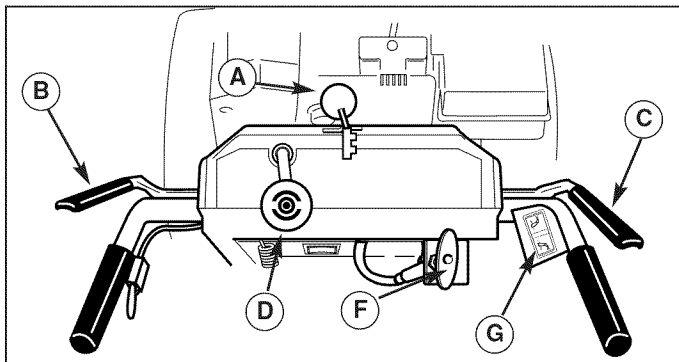

Figure 33. Controls (from operator's position)
7. Check the Drive Control (B, Figure 33), and Auger Control (C) for proper operation. If adjustment is required, see the Service section for procedures.
8. Check the Chute Direction Control (D or F Figure 33) for proper operation. The discharge chute should rotate freely in both directions. See the Service section for adjustment procedures and troubleshooting.
9. Check the Chute Deflector (E, Figure 33) for proper operation. The deflector should pivot freely up and down when the Chute Deflector Knob is loosened.
11. Check the Speed Selector (A, Figure 33) for smooth operation. The control must move freely into each speed position gate and remain in position when released. If the Speed Selector does not move freely into all forward and reverse speed positions, contact your local authorized dealer for assistance.
7. Antriebshebel (B, Abbildung 33) und Schneckenfördererhebel (C) auf ordnungsgemäße Funktion prüfen. Ggf. notwendige Einstellungsverfahren dem Abschnitt "Service" entnehmen.
8. Auswurfrichtungs-Einstellhebel (D / F Abbildung 33) auf ordnungsgemäße Funktion prüfen. Der Auswurfschacht muss sich in beiden Richtungen frei drehen. Ggf. notwendige Einstellungsverfahren und Abhilfemaßnahmen dem Abschnitt "Service" entnehmen.
9. Ablenkblech des Auswurfschachts (E, Abbildung 33) auf ordnungsgemäße Funktion prüfen. Das Ablenkblech muss sich frei nach oben und unten bewegen lassen, wenn der Knopf des Auswurfschacht-Ablenkblechs gelöst ist.
11. Gangwahlschalter (A, Abbildung 33) auf Leichtgängigkeit prüfen. Der Schalter muss sich leicht in alle Gangpositionen bewegen lassen und bei Freigabe in der jeweiligen Position fixiert bleiben. Wenn sich der